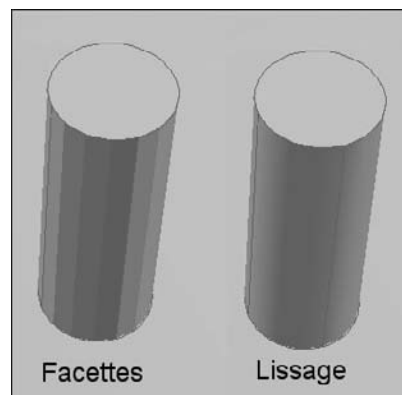

Fig.22.7
- ▶ **Qualité de l'éclairage** (Lighting quality) : définit l'éclairage pour afficher les facettes sur le modèle ou non. Par défaut, elles sont lissées (fig.22.7).